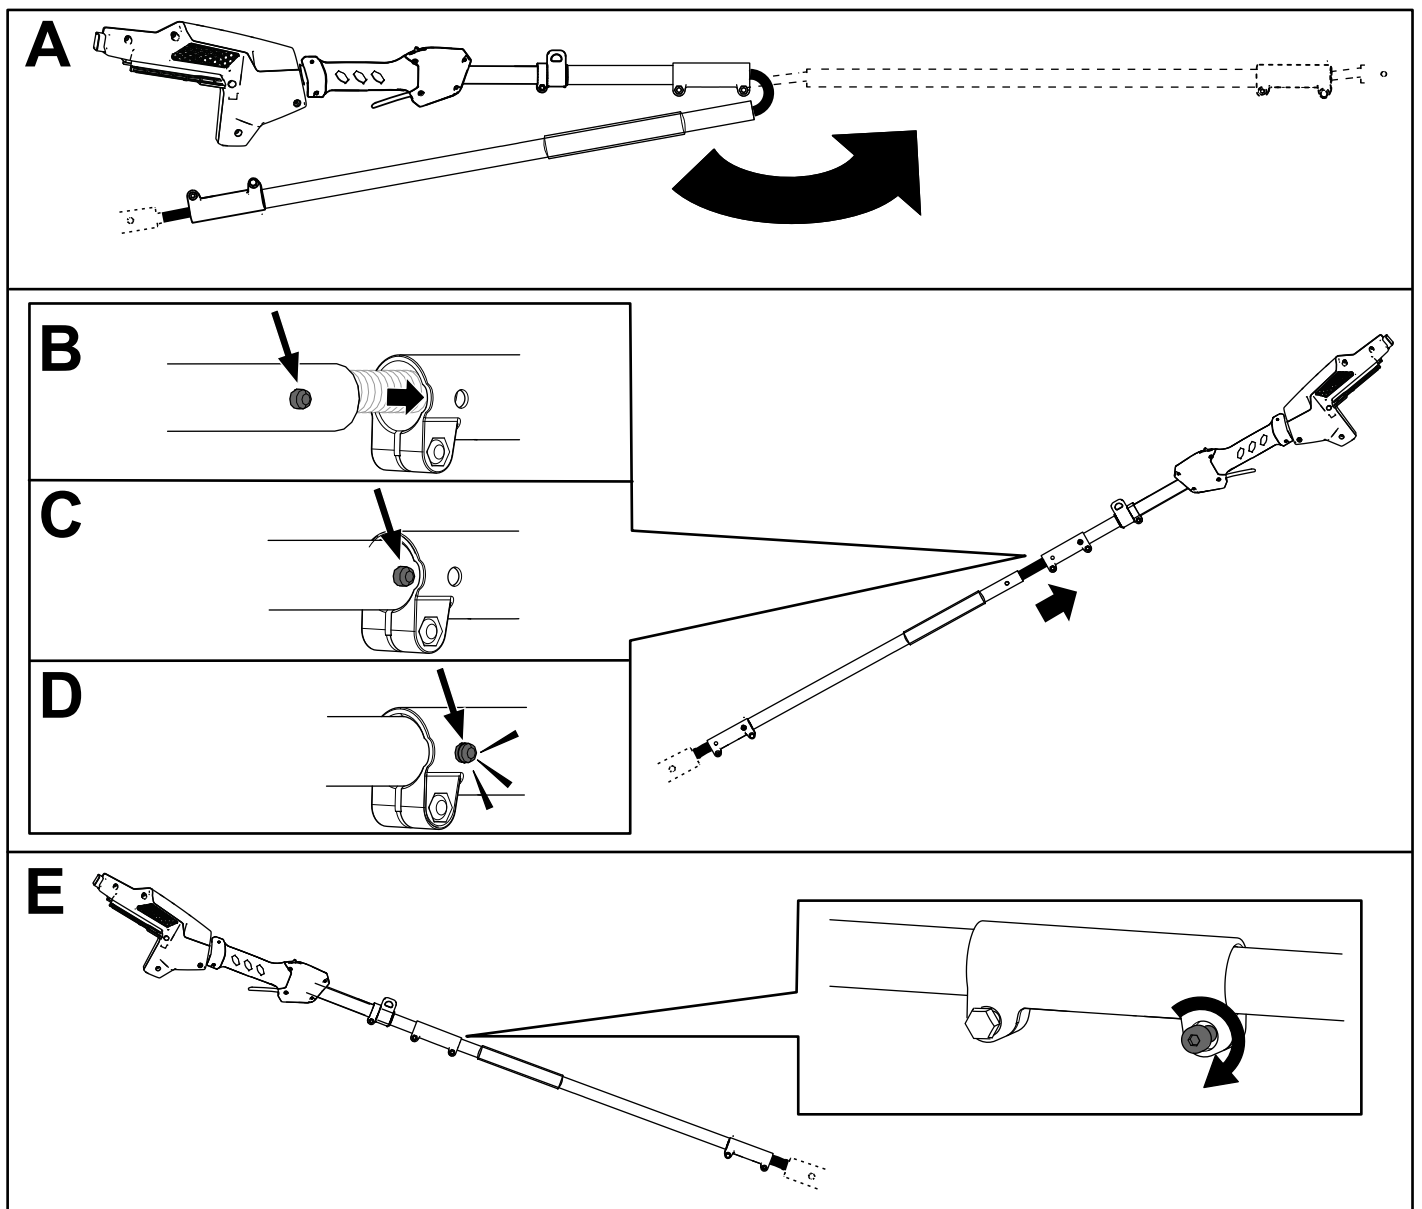

Figure 5
2. Alignez le bouton de verrouillage de la section de perche du milieu avec le trou à l'extrémité de la section de perche de la poignée, et emboîtez les deux parties de la perche ensemble (Figure 5).
3. Utilisez la clé fournie pour verrouiller les deux sections de perche ensemble (E de la Figure 5).
4. Répétez cette procédure pour fixer la section de perche de l'élagueuse à la section de perche du milieu (Figure 5).